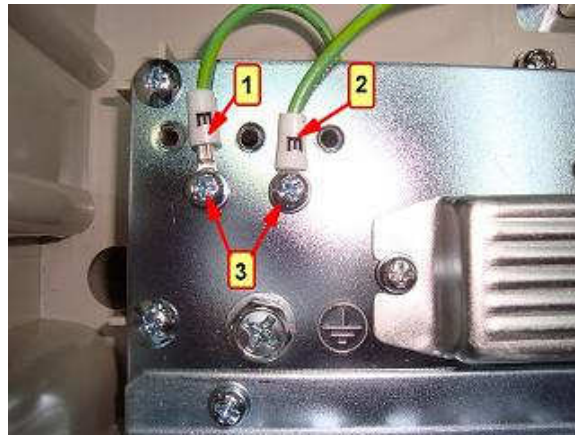

Рис.7.20
7.11.3. Закрепить наконечники 1, 2 и 3 заземляющих проводов опорной панели, платы драйверов и радиатора винтами 4 (рис.7.20).